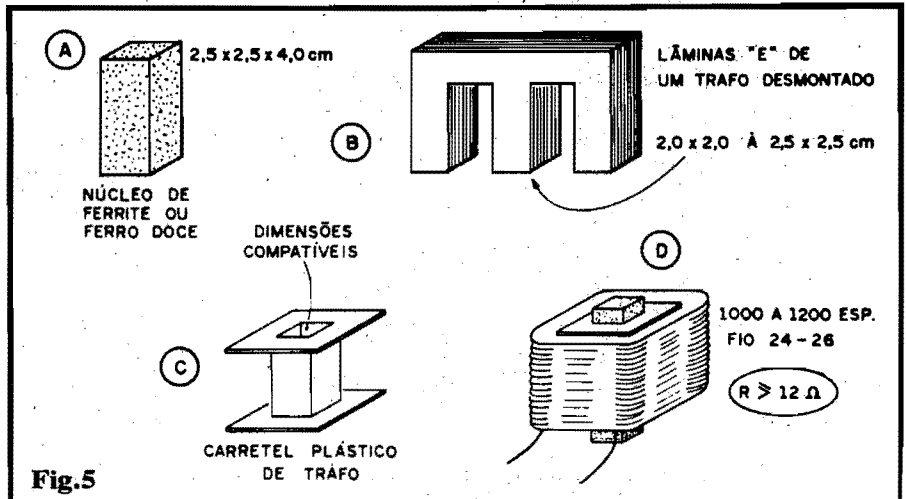
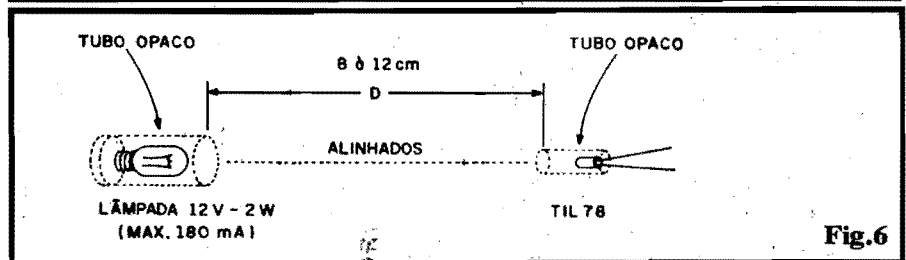

Fig.5
Fig.6
**FIG. 5 - O (IMPORTANTE) ELETRO-IMÃ** - Detalhes para a confecção do importante eletro-ímã, são mostrados no diagrama... Conforme já foi "insinuado" na LISTA DE PEÇAS, existem duas possibilidades práticas para a realização desse eletro-ímã (cuja "força" se contraporá à da gravidade...). Um núcleo de ferrite (ou ferro doce), com medidas de 2,5 x 2,5 x 4,0 cm. (aceitam-se pequenas variações em tais medidas, sem problemas...) ou um formado pelo aproveitamento do conjunto de lâminas de ferro-silício formato "E", retiradas de um transformador desmontado, desde que o bloco central (a "perna" do meio, no "E"...), com as lâminas bem prensadas, assumam medidas de 2,0 x 2,0 cm. até 2,5 x 2,5 cm. (o comprimento dessa "perna central" não é tão importante, mas por razões práticas deve ficar entre 3,0 e 4,5 cm.). Para que a bobina do eletro-ímã possa ser confortavelmente confeccionada e fixada em torno do seu núcleo, recomenda-se o uso de um carretel apropriado, com dimensões compatíveis (eventualmente poderá ser reaproveitado do mesmo trafo que foi desmantelado para remoção/aproveitamento das placas "E" já mencionadas...), ou seja, cujo "buraco" quadrangular mostre medidas pouca coisa superiores às do núcleo, facilitando o respectivo "enfiamento"... O Hobbysta imaginativo poderá recorrer a inúmeras fontes, na aquisição das partes necessárias à confecção do eletro-ímã, incluindo Lojas de "sucatas", que está proliferando por aí... Tanto os núcleos quanto o próprio carretel (e também o fio de cobre esmaltado necessário) poderão ainda ser obtidos em Lojas de componentes, ou mesmo em pequenas fábricas de transformadores, que eventualmente comercializam tais peças "no picado"... O enrolamento da bobina, em si, exigirá de 1000 a 1200 espiras do fio de cobre esmaltado nº 24 a 26, distribuídas camada por camada ao longo da largura e da altura do carretel, de modo a ocupar todo o
**FIG. 6 - O FEIXE ÓPTICO (E SEU ALINHAMENTO...)** - Antes de detalharmos a construção do "monstro" anti-gravitacional, é importante enfatizarmos que o feixe óptico (em luz visível, emitida pela lâmpada) deverá - no arranjo final - ficar perfeitamente alinhado, guardando posição e "distância" bastante precisas, conforme sugere o diagrama da figura 6. Tanto a lâmpada (esta deve ser pequena, do tamanho "piloto"...), quanto o foto-transistor deverão ser entubados em pequenos cilindros de material opaco, dotados de uma única abertura frontal... Na disposição mecânica da MAG, os dois tubos (um com a lâmpada, outro com o TIL78) deverão rigorosamente "olhar" um para o outro em condição de rigoroso alinhamento horizontal, guardando um afastamento (D) entre 8 e 12 cm. (idealmente em torno de 10cm.).
sucesso das experiências e "manifestações" de "anti-gravidade"... Assim, recomendamos que o Leitor/Hobbysta siga com muita atenção o diagrama da fig.7. O circuito em si poderá ser acondicionado num caixa não muito pequena, preferivelmente larga e baixa, dotada de pés de borracha para boa estabilidade. Nessa caixa/base devem estar o interruptor geral e a saída para o "rabicho" (cabo de força com plugue C.A. na ponta). Sobre a caixa deverá ser fixada uma estrutura em forma de "J" invertido (de cabeça pra baixo...), cuja altura total pode situar-se em torno de 20 a 25 cm. Observar as posições ocupadas pelo eletro-ímã (construído de acordo com a fig. 5), foto-transistor e lâmpada (entubados e alinhados de acordo com a fig. 6), devendo ainda o Leitor/Hobbysta notar que a largura do "J" invertido é parametrada pelo próprio distanciamento recomendado entre o emissor e o receptor do feixe óptico, conforme também indicado na fig. 6. Outro ponto importante: a distância entre a base do núcleo do eletro-ímã e a linha imaginária que vai do foto-transistor à lâmpada, deve restringir-se a 1 ou 2 cm. (no máximo cerca de 2,5 cm.) para garantir uma poderosa força magnética sobre o objeto que flutuará... Lembrar que a força magnética "decai" com o quadrado da distância, de modo que, se "dobrado" o afastamento, a força será reduzida por um fator de 4, e assim por diante... O material a ser usado na estrutura da "torre de Babel"